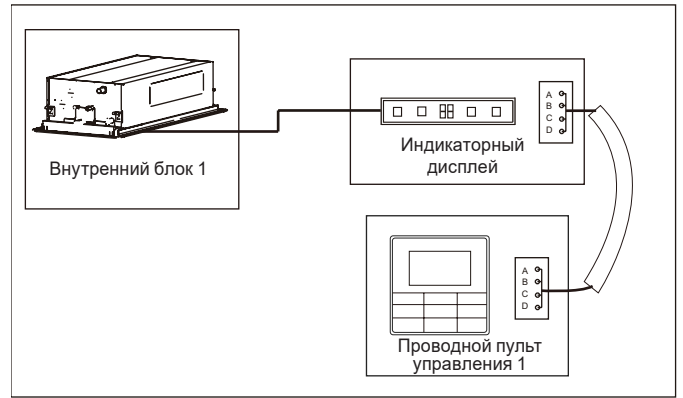

Рисунок 6.9
- ♦ Используйте один проводной пульт управления для управления одним внутренним блоком (см. рисунок 6.9).